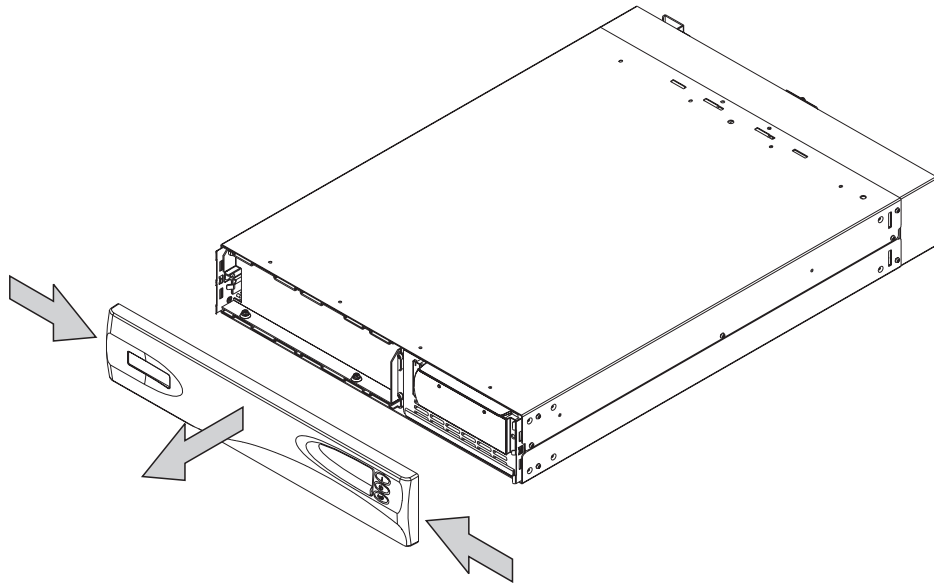

図 67. 無停電電源装置 5125 のフロント・パネルの取り外し
2. フロント・パネルの両側面を内側に押し、次に両端を手前に引いて、フロント・パネルを取り外します (図 67 を参照)。